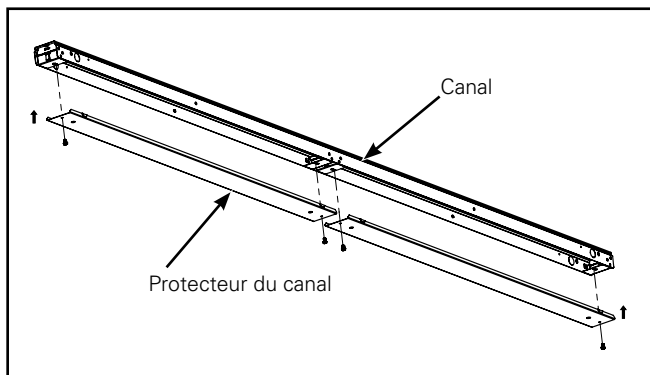

Figure 9.
2. Câblez le luminaire selon les normes et installez le protecteur du canal sur le canal avec les vis fournies. (Figure 9.)